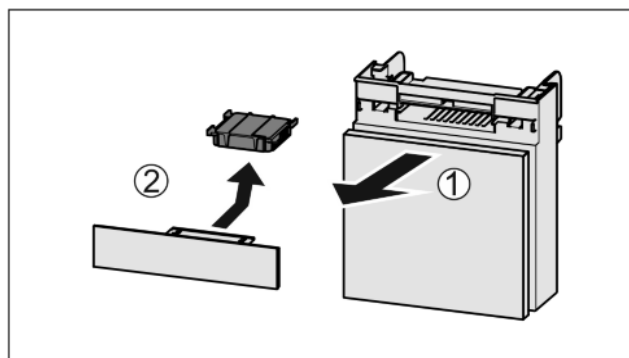

Fig. 49
- ▶ Zásuvku vytáhněte dopředu Fig. 49 (1).
- ▶ Filtr s aktivním uhlím vyjměte Fig. 49 (2).